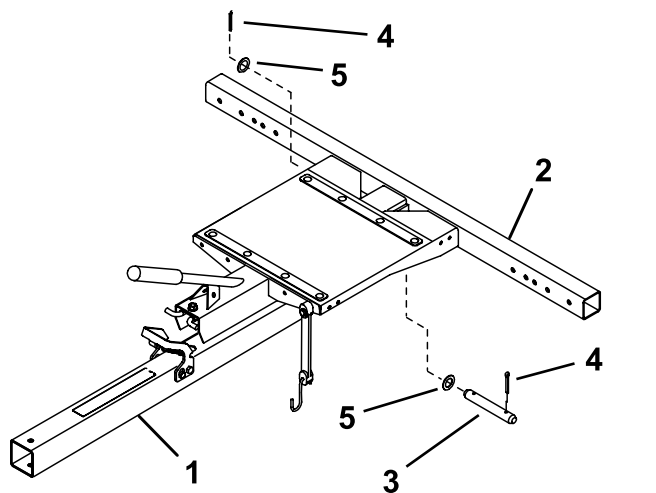

図 1
1. トングアセンブリをフレームアセンブリに差込み、後取り付け穴を合わせる 図 1。
2. トングアセンブリをフレームアセンブリに固定するクレビスピン本、ワッシャ 2枚、コッターピン 2 本を使用する 図 1。